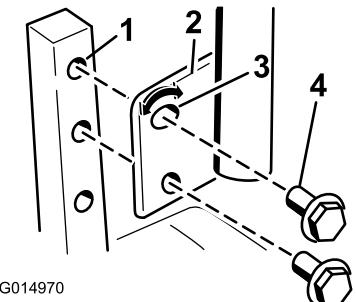

Figura 24
- Togliete i 2 bulloni che fissano la leva di comando all'albero del braccio di controllo (Figura 24).
- Fissate la leva con i due bulloni (Figura 24)
- Allentate il bullone inferiore appena a sufficienza per ruotare la leva di controllo in avanti o all'indietro (Figura 24). Serrate entrambi i bulloni per fissare il controllo nella nuova posizione.